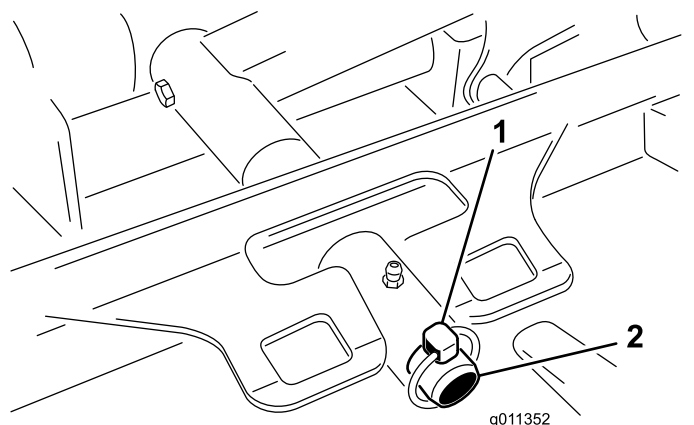

図 72
3. デッキのキャリアフレームを昇降アームのピボットピンに固定しているリンチピンランドマスター 4500またはリテーナナットランドマスター 4700を外す 図 72。
2. デッキのキャリアフレームを昇降アームのピボットピンにセットする 図 72。デッキをピンに取り付けるリンチピンランドマスター 4500またはリテーナナットランドマスター 4700を使用する。